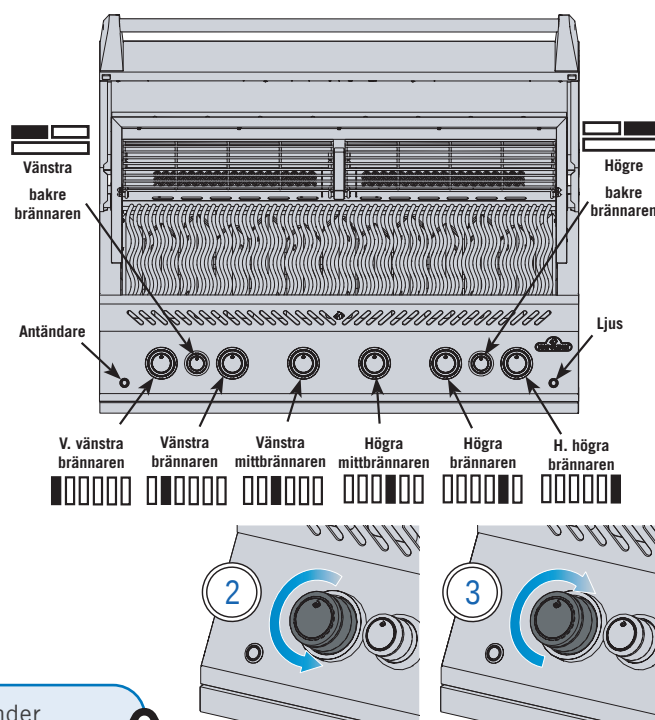

Fig. 1
4. Om ledaren och brännaren inte tänds inom 5 sekunder – stäng av vredet medurs till AV-positionen. Vänta 5 minuter för att gasen ska skingras. Upprepa steg 2 och 3, eller tänd med en tändsticka. (Bild 1).
5. Om brännaren inte tänds – vrid brännarens vred medurs till AV-positionen. Vänta 5 minuter. Upprepa steg 3 och 4. (Bild 1)